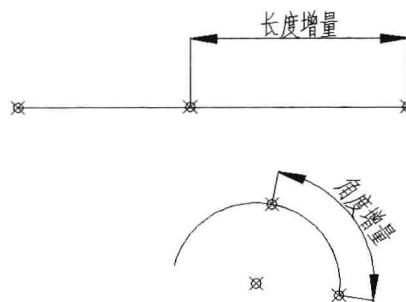

图 4-5-12
增量：选择该项，命令行会提示“输入长度增量或[角度 (A)]<1.0000>”，输入增量值之后，可以修改对象的长度，该增量从距离选择点最近的端点处开始测量。还可用指定的增量修改弧的角度，该增量从距离选择点最近的端点处开始测量。正值会拉长对象，负值缩短对象。增量长度和增量角度如图 4-5-12 所示。